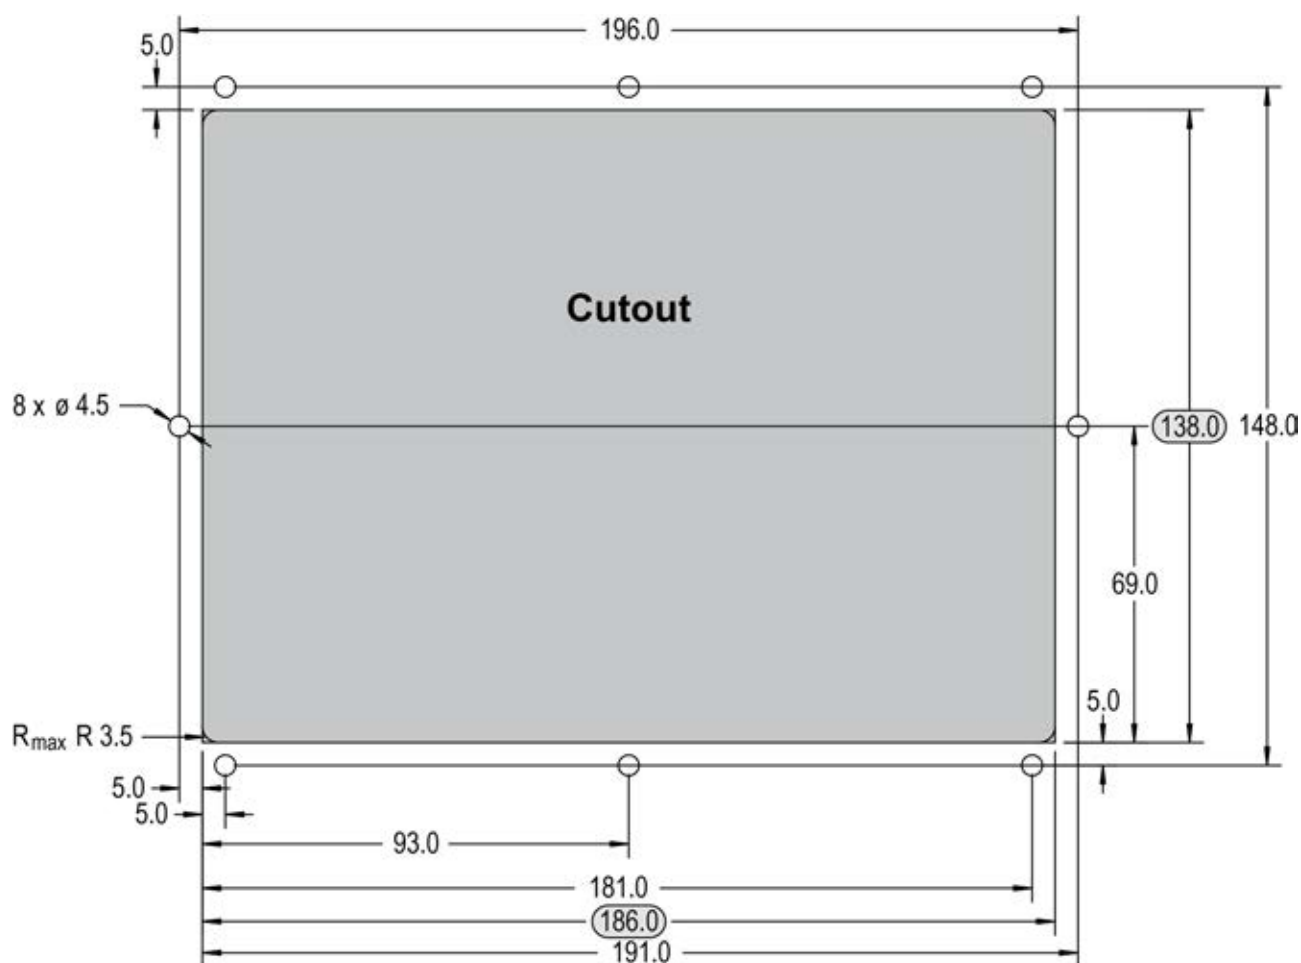

Рис. 16: Пластмассовый корпус - план просверливания отверстий
Корпус оснащен 8 запрессовочными втулками (Рис. 16), которые нужно надлежащим образом затянуть, чтобы получить нужную степень защиты.
1. ➤ Выполните вырез в панели и просверлите отверстия в соответствии с размерами, указанными в Рис. 16 (размеры указаны в мм).